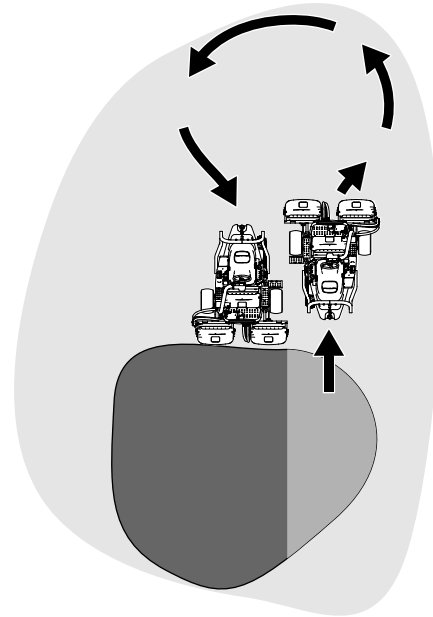

Figure 38
6. Pour réduire le temps de travail et faciliter l'alignement pour la passe suivante, tournez momentanément la machine dans la direction opposée, puis tournez-la vers la partie à tondre. Exécutez un demi-tour en « goutte d'eau » (Figure 38) pour aligner rapidement la machine pour la passe suivante.